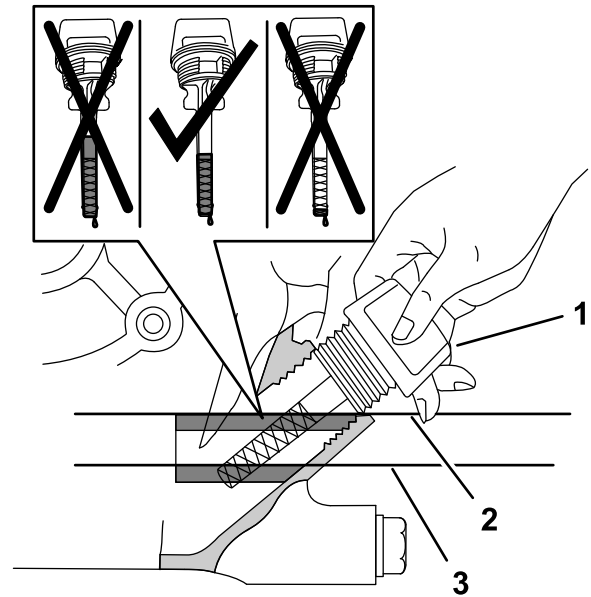

Figura 72
5. Introduzca la varilla de aceite en el motor, como se muestra en la Figura 72.
6. Retire la varilla del cuello de llenado y observe el nivel de aceite en la varilla (Figura 72).
Nota: El nivel del aceite del motor debe cubrir la zona sombreada de la varilla (Figura 72).